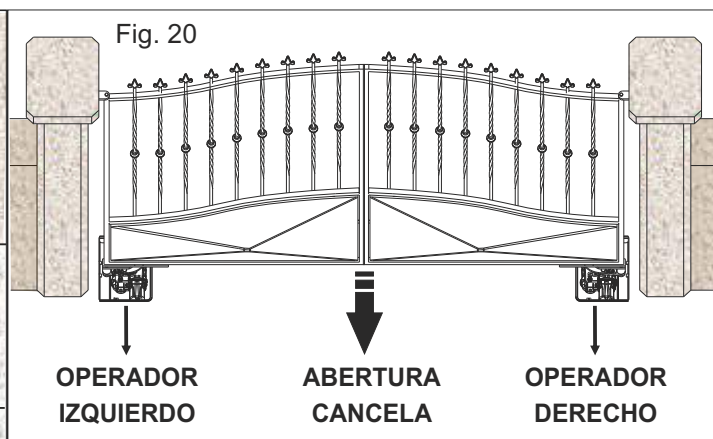

Fig. 20
**ASEGÚRESE DE MONTAR EL OPERADOR DERECHO Y EL OPERADOR IZQUIERDO EN LA POSICIÓN CORRECTA; CONSULTE LA IMAGEN DE LA FIG.20 PARA IDENTIFICAR LA POSICIÓN CORRECTA CON RESPECTO A LA ABERTURA**